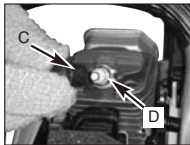

Fig. 18B
3. Koble fra ledningskontakten (C) fra tennpluggen (D) ved å trekke og vri på samme tid (Fig. 18B).